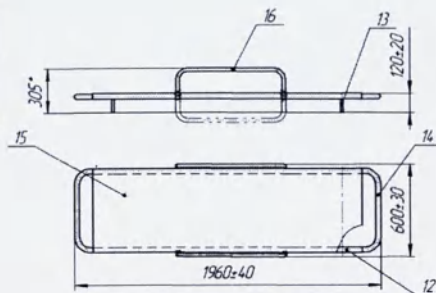

Рисунок 2. Носилки НЖ-2ММ
4.4. На подвижной верхней раме 6 установлены съемные жесткие носилки НЖ-1ММ 2, состоящие из (см. рисунок 2):